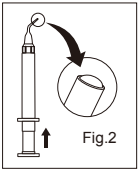

Fig. 2
- Verwijder de dop van de doseertip en spuit in de doseertip tot de zuiger van de spuit zachtjes voorwaarts te duwen met de tip omhoog tot dat het materiaal de opening van de tip bereikt (Fig. 2).